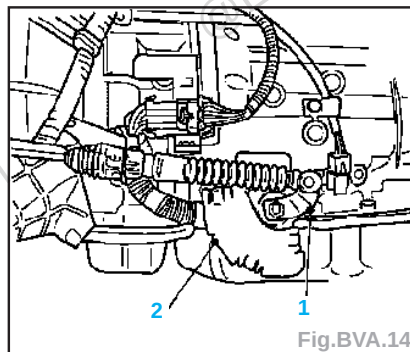

Fig.BVA.14
- Déposer le levier sélecteur (1) de l'écrou d'axe de commutateur de mode et le couvercle de commutateur de mode (2) (Fig.BVA.14).